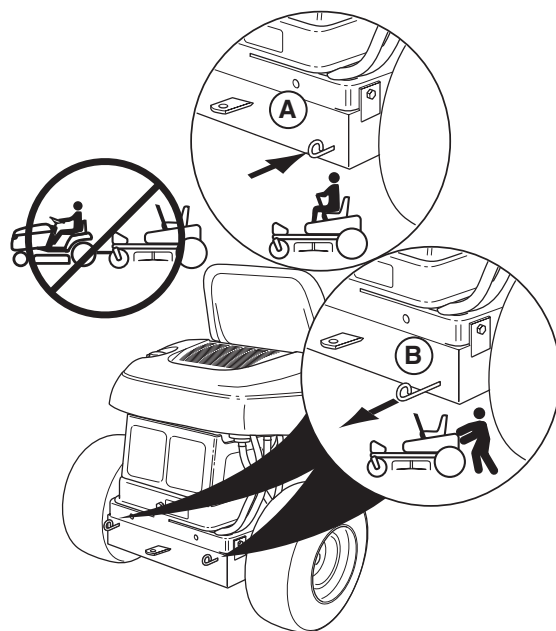

Figura 6. Palanca de Desembrague de la Banda
2. Ubique las palancas de desembrague de la transmisión (C, Figura 6) en la parte trasera de la unidad.
3. Jale las dos palancas hacia atrás y hacia abajo para desembragar las transmisiones (posición B, Figura 6).
5. Después de mover el montable, coloque las palancas de control de velocidad de avance en START/PARK (arrancar), engranar el freno de estacionamiento, y empuje las dos palancas de desembrague de la transmisión hacia adelante para volver a embragar las transmisiones (posición A, Figura 6).